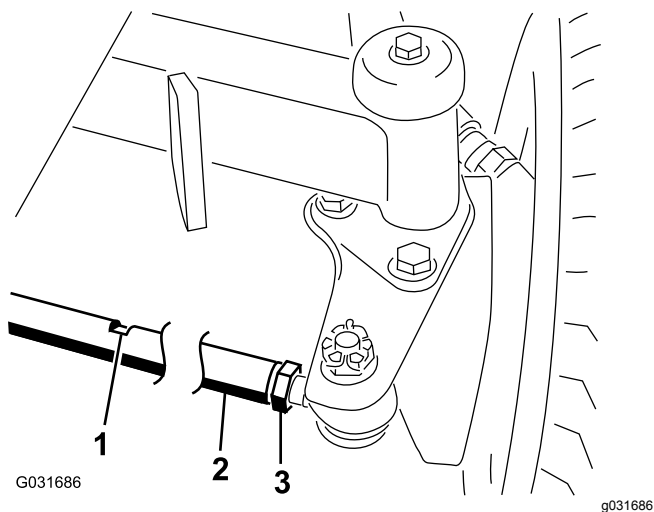

Figure 66
2. Desserrez l'écrou de blocage à chaque extrémité de la biellette (Figure 66).